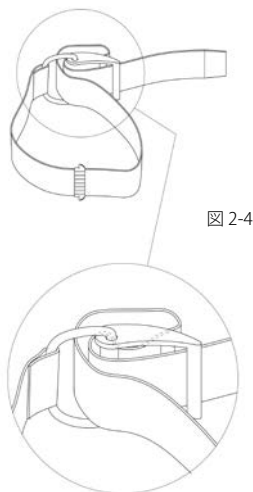

図 2-4
- 1) バックルを開いた状態にしてください。(図 2-4)に示されるように、プラスチックバックルの周りにストラップをスライドさせてください。タンクの位置決め固定をする前にストラップを水で濡らし、長さを調節してください(図 2-7)。